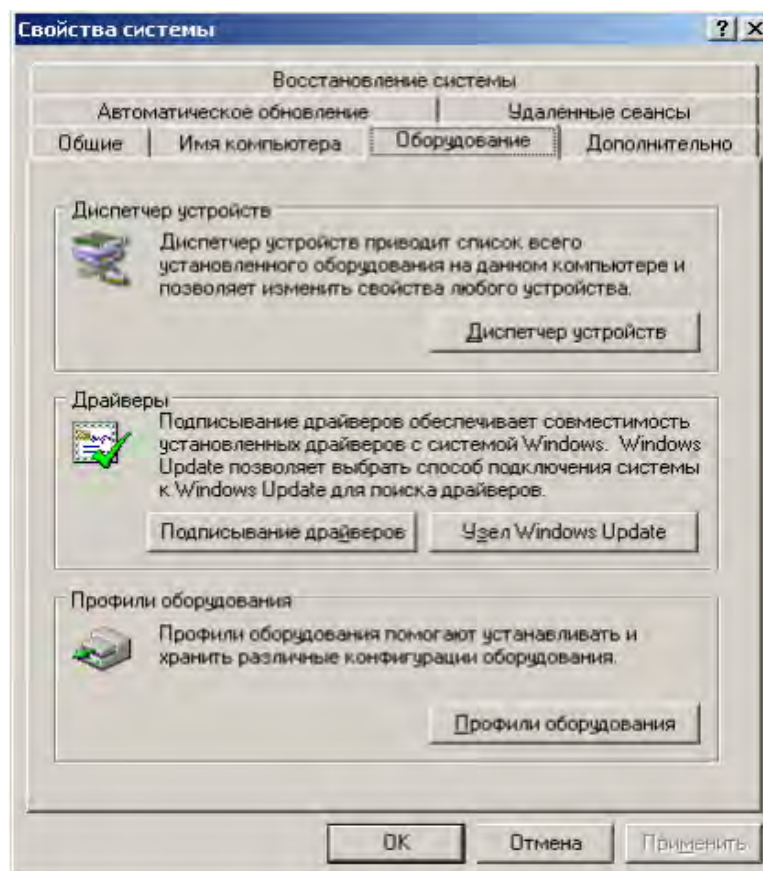

Рисунок 4 – Окно свойств системы
- запустить утилиту **Система**, открыть вкладку **Оборудование** и нажать кнопку **Диспетчер устройств** (рисунок 4);